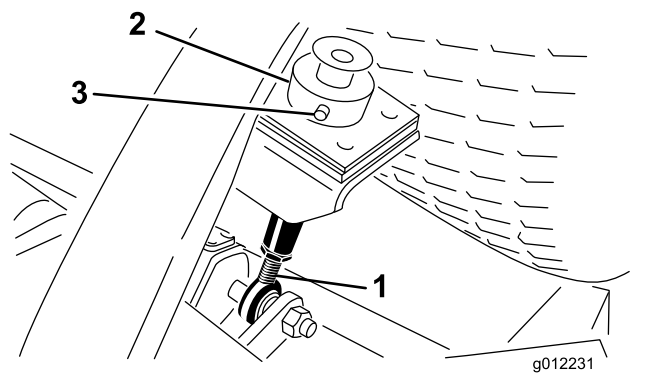

図 9
5. カuttingユニット後部で、刈高ロッドに刈高カラーを固定しているヘアピンとクレビスピンを外す(図 9)。